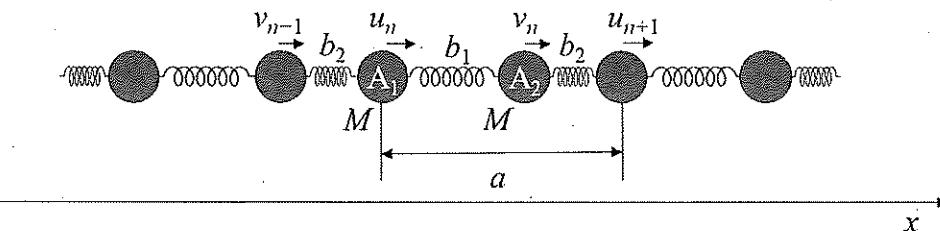

図2
問(2) 図2のような1次元格子振動について考える。構成する原子は全て同じ質量 M であるが、異なるばね定数 b_1, b_2 で交互につながっている(1周期の長さは a)。図2のように、各原子の x 方向の変位をそれぞれ $v_{n-1}, u_n, v_n, u_{n+1}$ とした場合、原子 A_1 と原子 A_2 それぞれについて運動方程式を立てなさい。ただし、時間を t とする。
問(6) らせん転位が二回交差すべりすることで、転位の増殖源が形成される。解答用紙に Fig. 2 として、この増殖源を模式的に書きなさい。